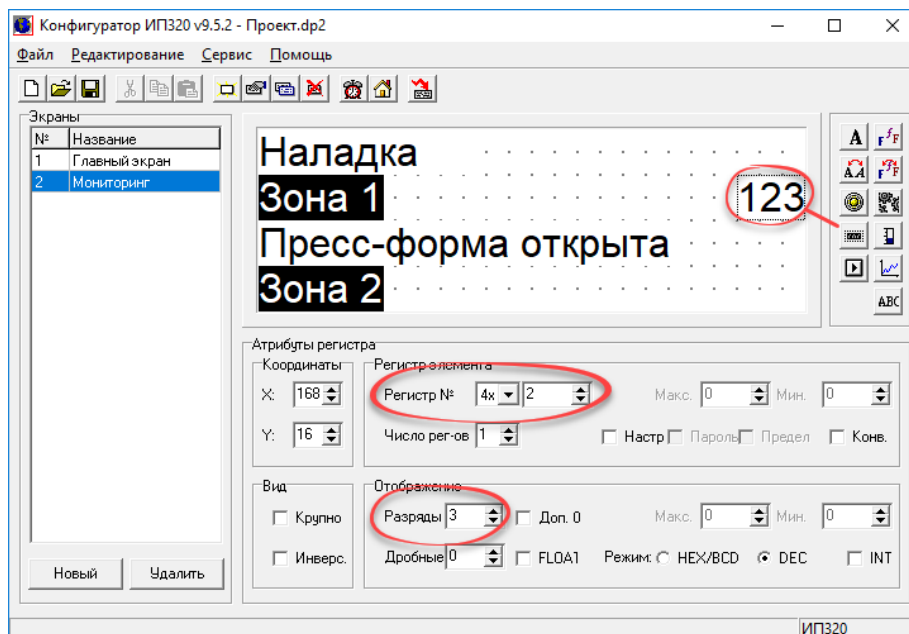

Рисунок 7.6 – Атрибуты регистра
14. Создать текстовые элементы экрана («Зона 1» и «Зона 2»). Приемы ввода текста описаны в п. 4.3. Результат см. рисунок 7.6.
- В группе полей «Атрибуты регистра» (справа от поля «Зона 1») устанавливаем: регистр № = 2; разряды = 3 (так как значение температуры не превышает 200 °С). Аналогично создаем регистр справа от надписи «Зона 2». Атрибуты регистра: регистр № = 3; разряды = 3 (см. рисунок 7.6).